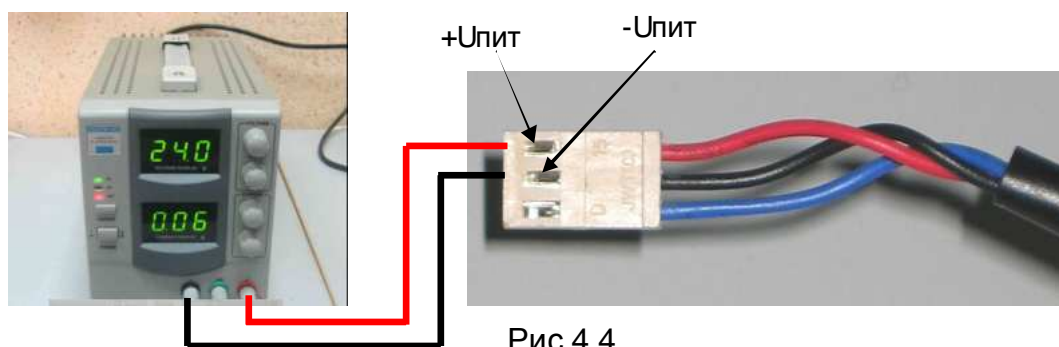

Рис.4.4
- 4.7.1. Подать напряжение ≈ 24 В от источника питания (п.3.4.2) между контактами **+Упит** и **-Упит** разъёма на проводах вентилятора (рис.4.4)